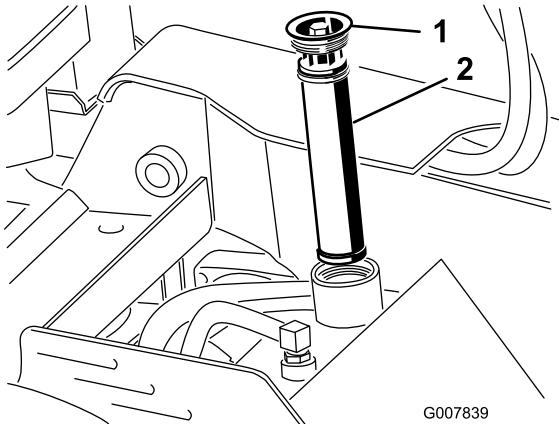

Bild 18
- Reinigen Sie den Bereich um den Einfüllstutzen des Hydraulikbehälters und nehmen Sie den Deckel und den Filter mit einem Sechskantschlüssel aus dem Einfüllstutzen (Bild 18).